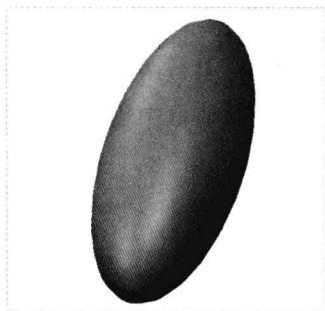

图 7-52 图形文件
Step 01 按【Ctrl+O】组合键，打开图形文件，如图 7-52 所示，在模型树中选择“伸出项 标识 1220”选项，在“功能区”选项板的“模型”选项卡中，单击“编辑”面板中的“阵列”按钮